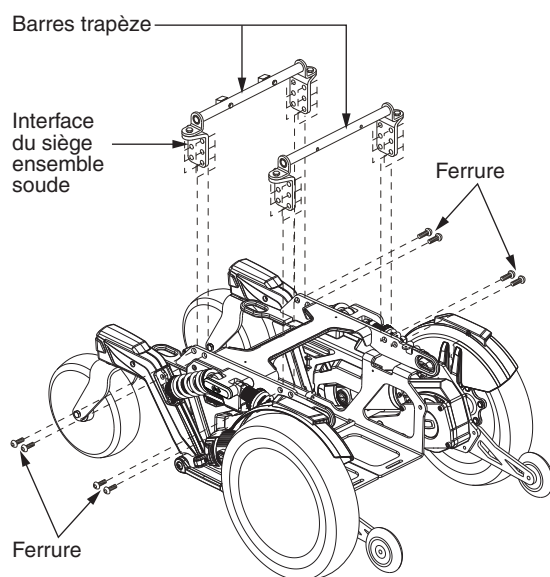

Figure 10. Réglage de la hauteur et de l'angle du siège
7. Desserrez les ferrures qui retiennent la barre trapèze sur les ensembles soudés de l'interface du siège. **Voir la figure 10.**